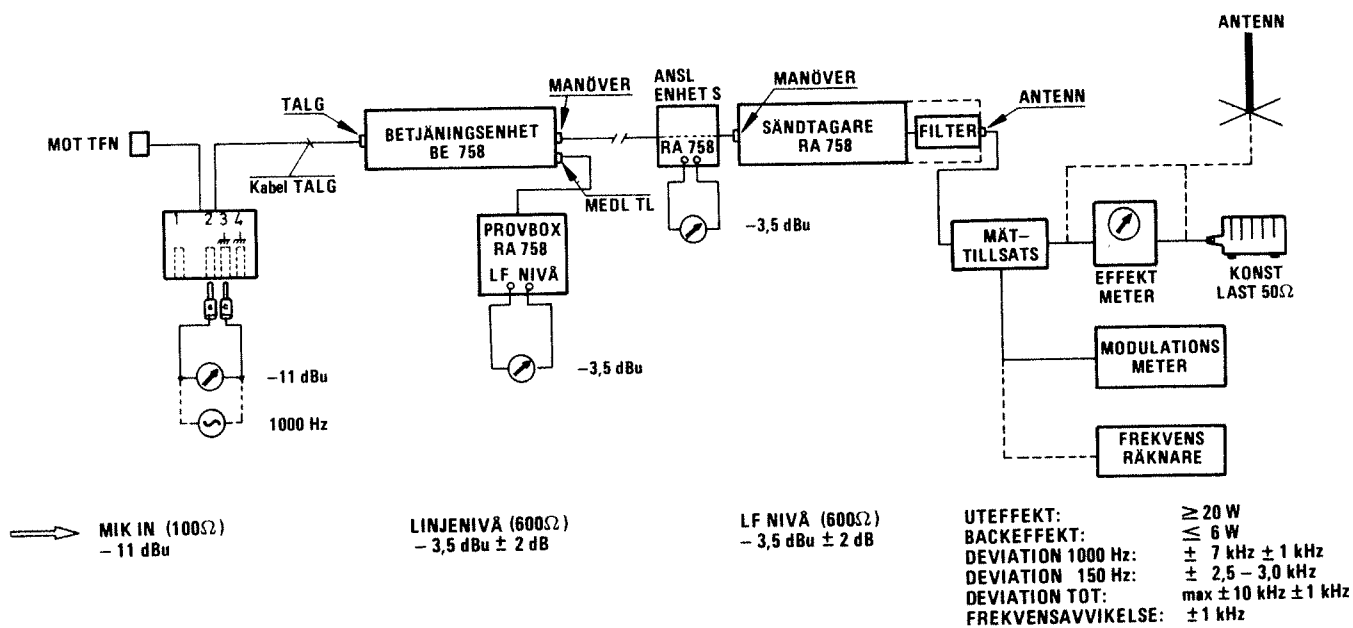

Bild 9. Mätuppkoppling, Sändningsriktning, Radio
5.4.1 Koppla upp enligt bild 9.